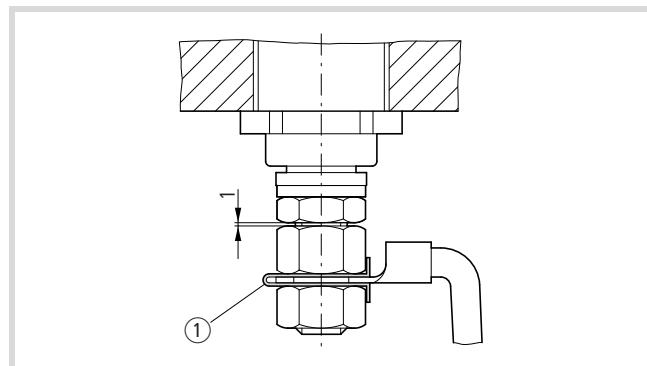

Abbildung 23: Sichern der Befestigungsmutter
- Sichern Sie die Befestigungsmutter mit einem Sicherungsblech (1) gegen Selbstlockern (→ Abb. 23).